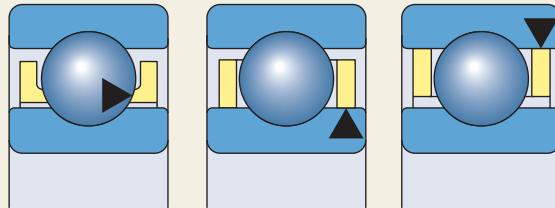

Fig. 16
• Stamped metal cages (fig. 16)